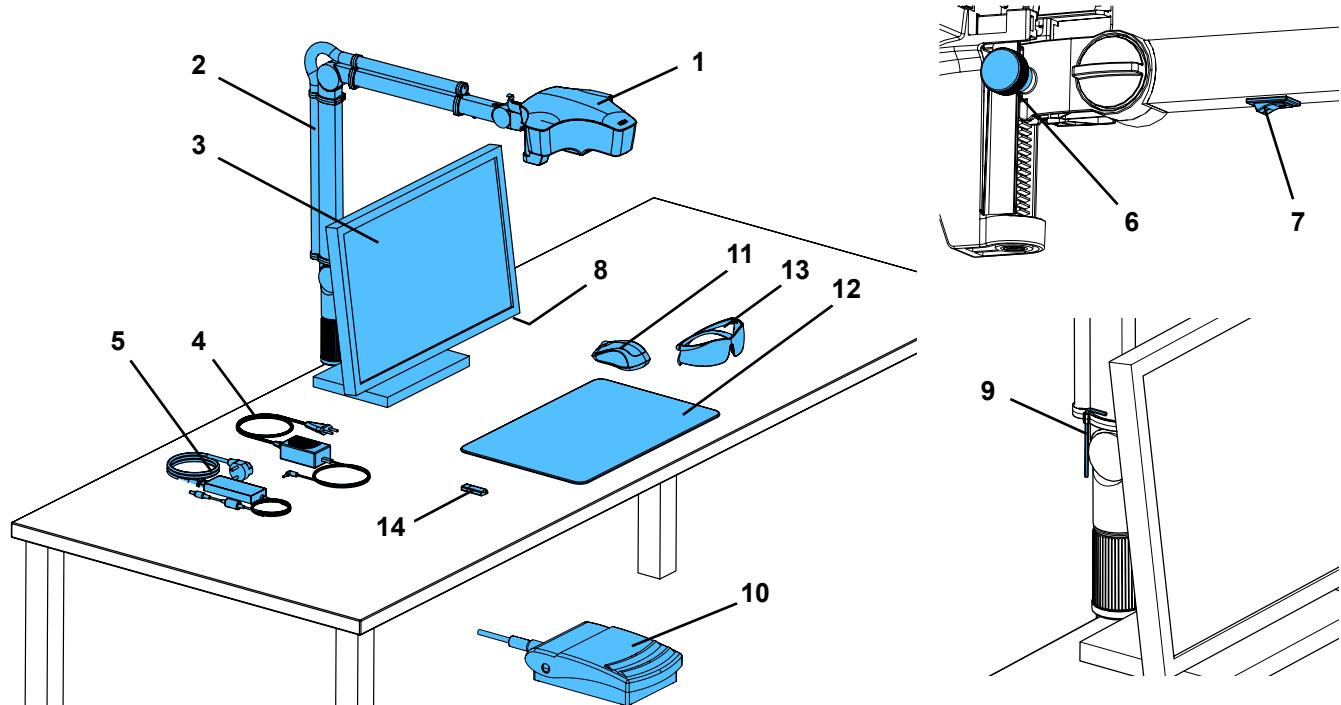

Рис. 1
- ⇒ Поместите подложку для стола (12, Рис. 1) на рабочий стол.
⇒ Мыши (11, Рис. 1) поместите рядом с подложкой для стола.
⇒ Педаль (10, Рис. 1) поместить под столом..
- Зажимной винт (34) с прилагаемым инструментом (9, Рис. 1).
- Зажимной винт (35) с прилагаемым инструментом (9, Рис. 1).